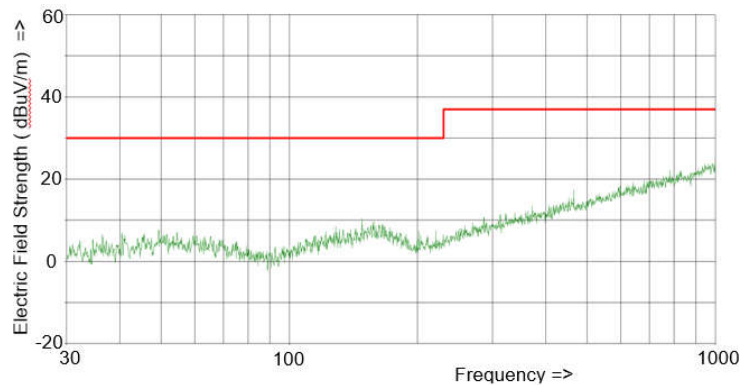

図 9. すべてのチャンネルがオンの状態における
4. **優れた EMC:**DI 部の 8 チャンネルすべてがフィールドから信号を受信している場合、アイソレーション バリアを越える通信によって、ガバナック絶縁型の競合製品では高い EMC ノイズが発生する可能性があります。RE が大きい場合、デジタル入力部の隣にある MCU/ FPGA との通信ミスが発生することがあります。TI の ISO1228 は、絶縁バリアをまたぐ通信に特許取得済みの技術を使用しており、図 9 に示すように EMC は無視できます。